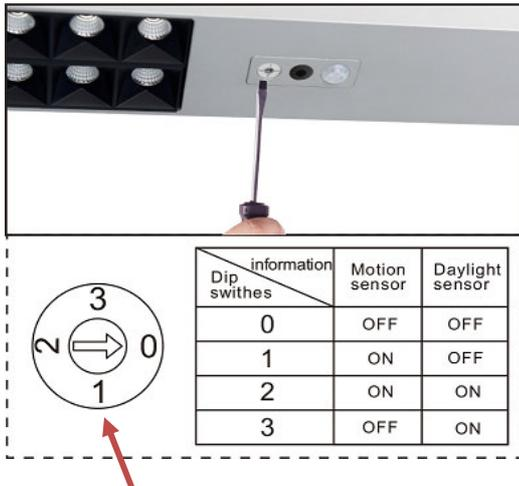

Abb. 6: Winkelstück des Kopfes in die Säule schieben
4. Das Winkelstück des Kopfes in die Säule schieben (Abb. 6)